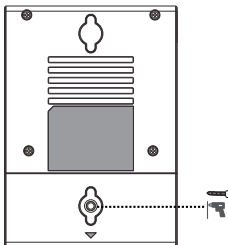

Figura 2
1. Dopo aver collegato i cavi, chiudere il coperchio posteriore e fissarlo con la vite PA3×8 mm come mostrato nella Figura 2.
1. Após ligar os cabos, feche a tampa traseira e fixe-a com o parafuso PA3×8 mm, conforme mostrado na Figura 2.